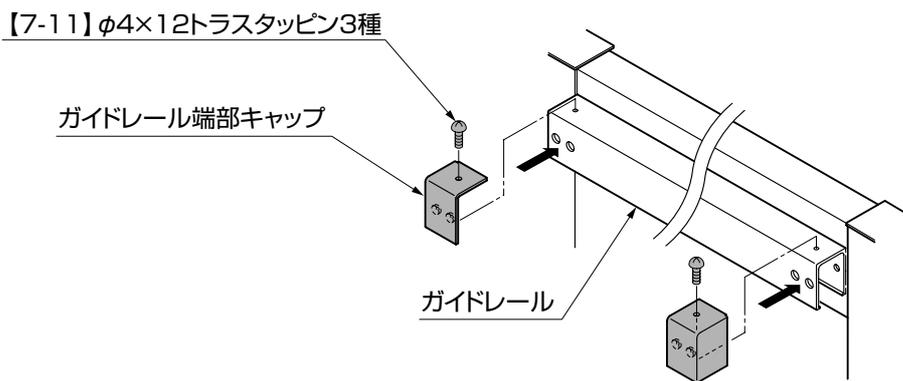

図5-2
- ④ガイドレールにガイドレール端部キャップを【7-11】で取付けてください。(図5-2参照)